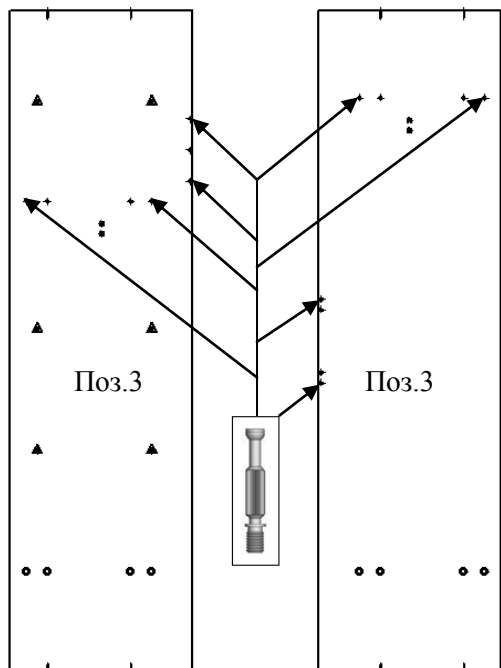

Рисунок 1
1. Установить дюбель быстрого монтажа в указанные отверстия поз.3. См. рисунок 1, 2.